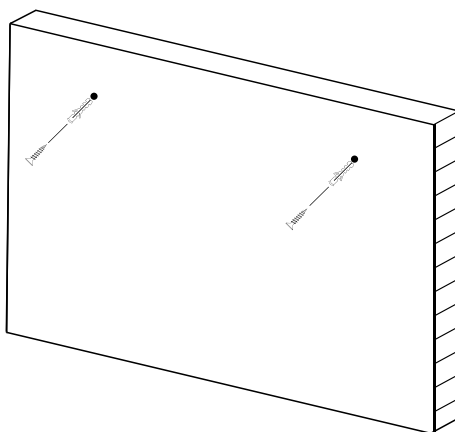
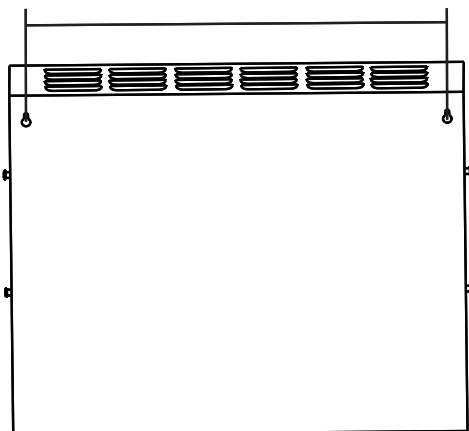

Figura 1
Figura 2
1. Taladre los agujeros (\varnothing 7 mm) en la pared según Figura 1 y Figura 2. La distancia entre los agujeros debe ser 586 mm.
3. Poner el aparato en posición, las 2 ranuras (ver Figura 2) en la parte posterior de la chimenea se ajustarán sobre los 2 tornillos que sobresalen de la pared. Asegúrese de que el fuego esté nivelado.